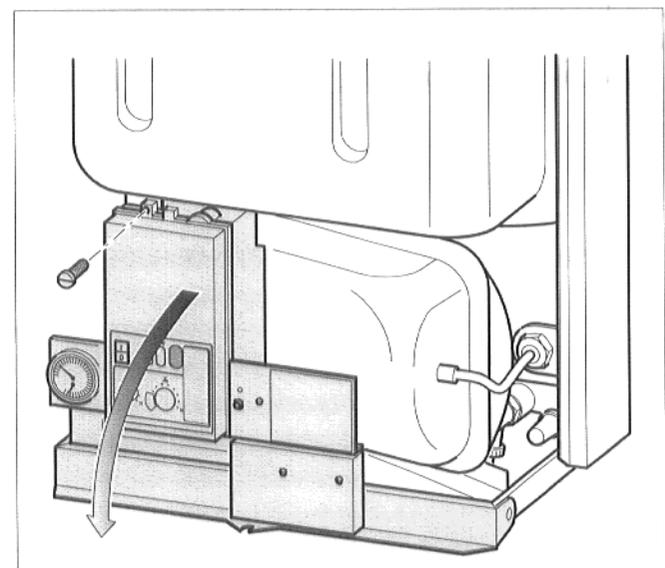

Abb. 6 UBA wegklappen (GB112-11)
- GB112-11: Schraube am Universellen Brenner-Automat (UBA) lösen und UBA nach vorne klappen (Abb. 6).